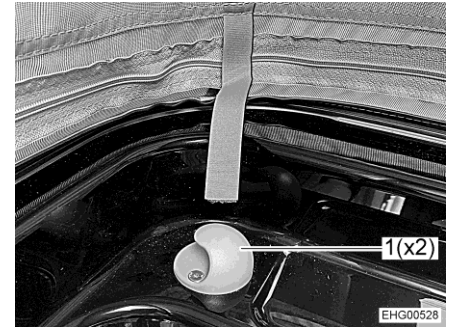

Fig. 58 Sujetador
- Enganchar la red de seguridad en los dos sujetadores (Fig. 58,1).